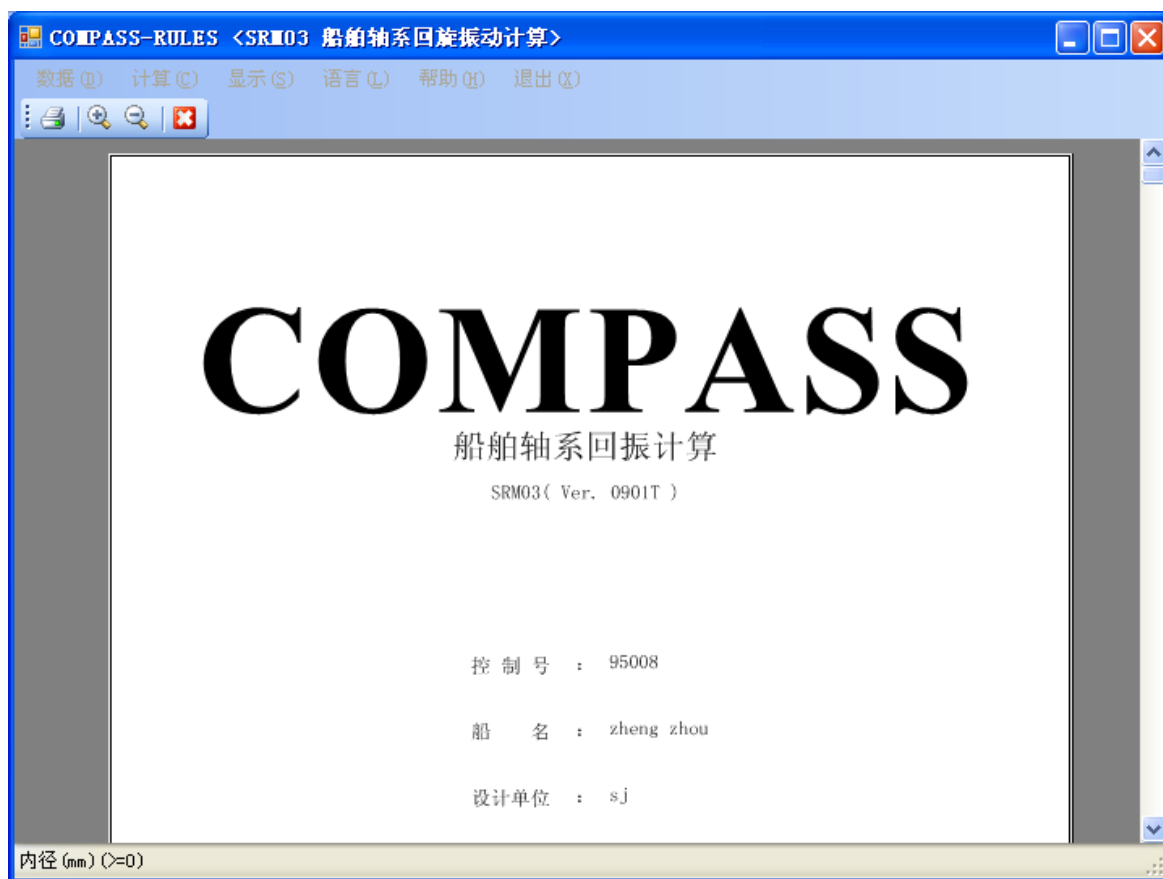

图 4.13 打印预览界面
- 单击【计算】按钮后，程序进入计算状态，计算完毕后会显示如图 4.13 所示的打印预览界面。
- 如果您需要保存计算结果，则可以安装 PDF 打印机，然后再如图 4.13 所示的界面中，单击“打印”按钮，在随后出现的“选择打印机”对话框中选择“Acrobat PDF Printer”打印机即可。